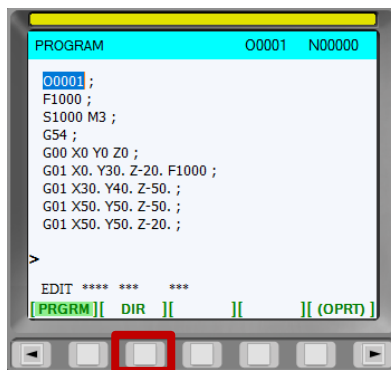

Рис.121. Кнопка, соответствующая меню «DIR»
3. Выбрать меню «DIR», нажав на соответствующую кнопку под экраном (рис.121);